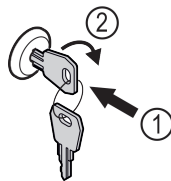

Fig. 200
- ▶ Introduceți cheia prin apăsare. Fig. 200 (1)
- ▶ Rotiți cheia cu 90° în sensul acelor de ceasornic. Fig. 200 (2)